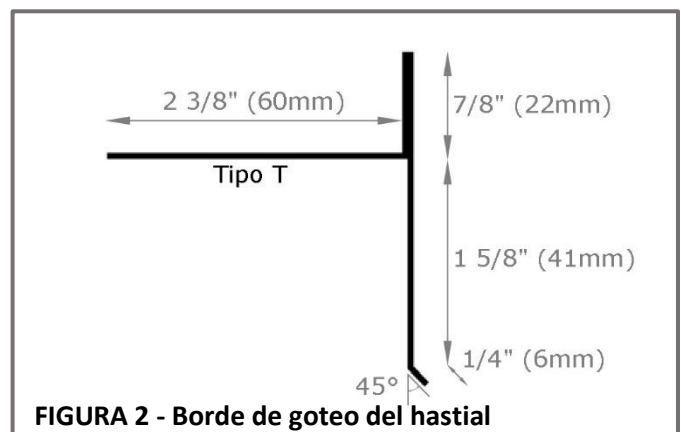

FIGURA 2 - Borde de goteo del hastial
- **BORDES DE HASTIAL (RAKES)** - F-WAVE requiere un **borde de goteo Tipo T** en los bordes de hastial para cubrir el borde cortado de las tejas. Aplique el borde de goteo sobre la capa base en los bordes de hastial. Aplique un cordón de adhesivo aprobado de **1/2" (13mm)** al borde de goteo. Recorte las tejas a **3/16" (5mm)** del borde de goteo Tipo T del hastial. Vea la **Figura 2**.